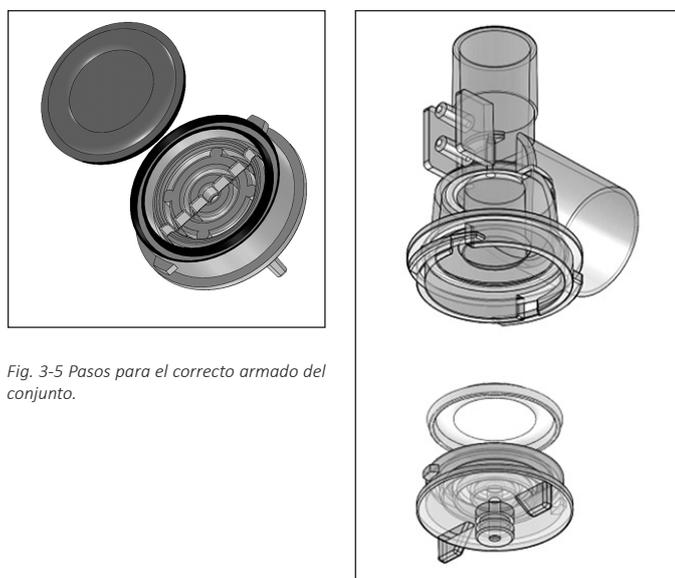

Fig. 3-5 Pasos para el correcto armado del conjunto.
- Ubicar el diafragma en la tapa del conjunto espiratorio, haciendo coincidir el borde del mismo en el espacio delimitado por las circunferencias marcadas en la Fig. 3-5 izq. Se debe tener cuidado de mantener la
- Colocar la tapa sobre el cuerpo del conjunto (Fig. 3-5 der.). Para ello, ubicar la tapa de manera que las pestañas perimetrales coincidan con las muescas de la cara superior del cuerpo del conjunto.